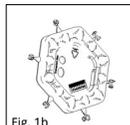

Fig. 1b
■ **Fig. 1b/11** De integrerede skabeloner på bagsiden af sizer disken (Fig. 1b) svarer til minimalstørrelsen transplantatet, der skal bruges som mellem-læg imod trommehinden (Fig. 11).